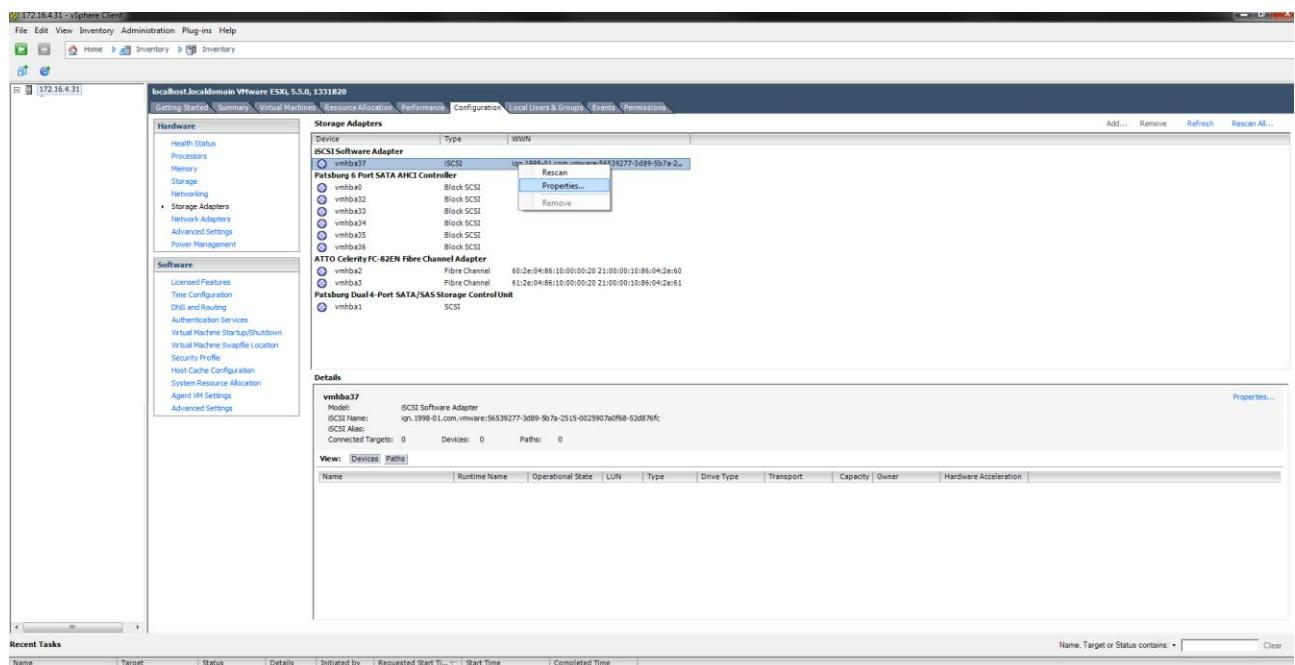
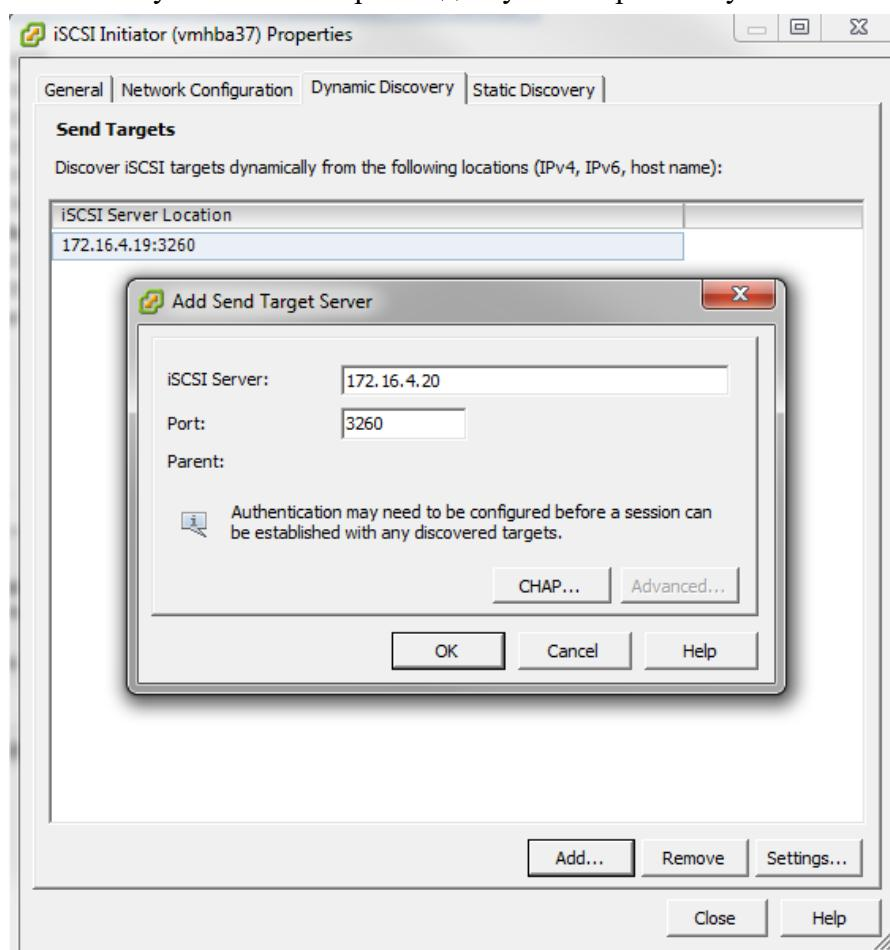

Рисунок 163. Настройка доступа по протоколу iSCSI в VMware ESXi
Рисунок 164. Подключение к iSCSI Targets в VMware ESXi.
1. Перейдите на вкладку «**Configuration**» → «**Storage Adapters**» → «**iSCSI Software Adapters**» (см. Рисунок 163, Рисунок 164).